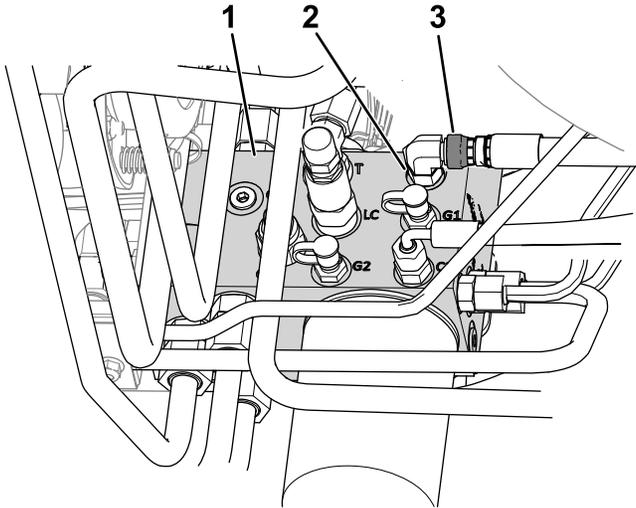

图 10
B. 松开连接到液压歧管端口 C1 的软管旋转螺母图 10。